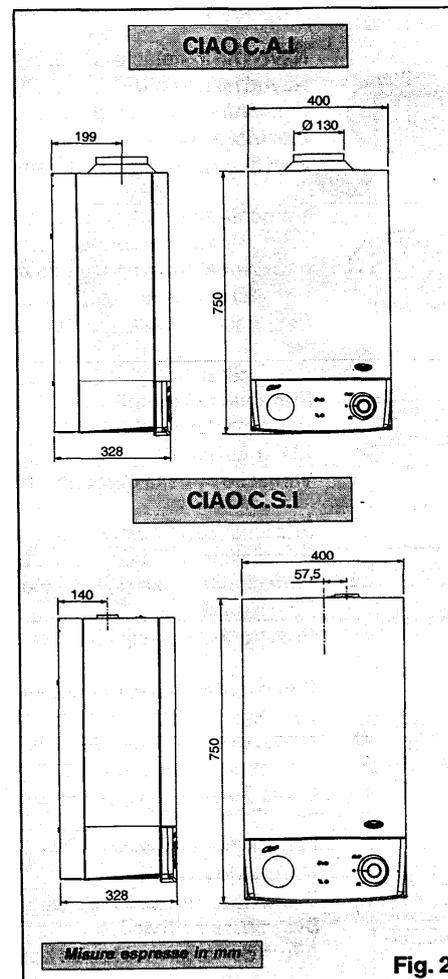

Fig. 2
- verificar que todas las medidas sean exactas (**fig. 2**), luego agujerear la pared utilizando un taladro con una punta del diámetro indicado anteriormente;